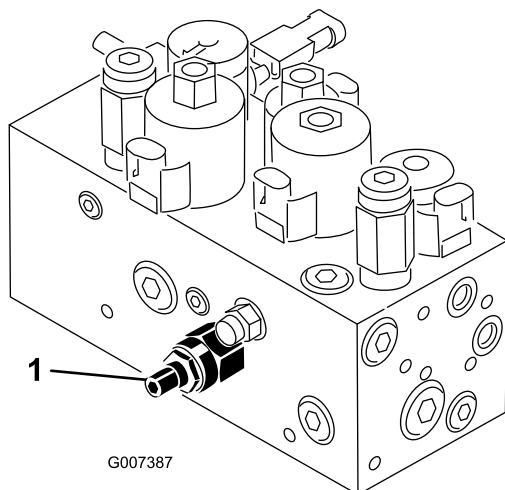

Figura 55
Il circuito di sollevamento/abbassamento degli apparati di taglio della macchina è dotato di una valvola di regolazione del flusso (Figura 55). Questa valvola viene prerogolata in fabbrica, ma è talvolta necessario regolarla per compensare i dislivelli delle temperature dell'olio idraulico, delle velocità di tosatura, ecc. Se necessario, regolate come segue:
1. Alzate il sedile e individuate la valvola di regolazione del flusso per il telaio di trazione centrale (Figura 55), situata accanto al collettore idraulico.